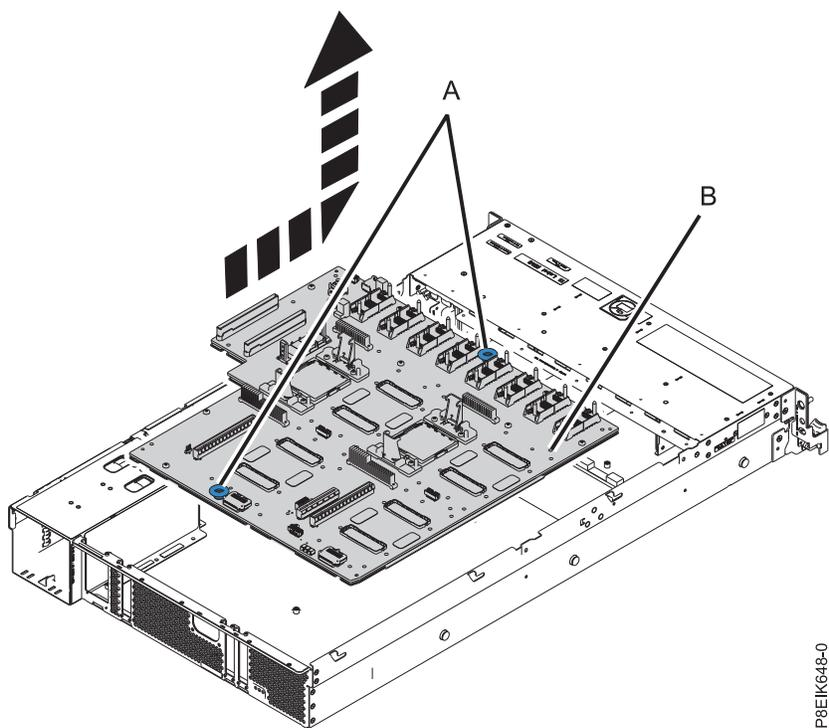

図 145. システム・バックプレーンを持ち上げて外す
16. 131 ページの図 145 に示すように、青色のリフト・ポイント (A) を使用して、システム・バックプレーン (B) をファン側にスライドさせ、持ち上げて外します。